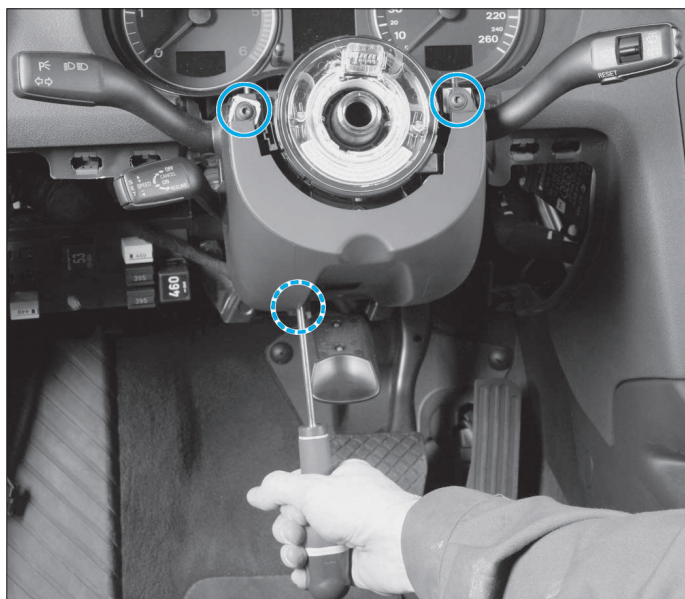

FIG. 38
- Dévisser les 3 fixations (Torx de 25) de la coquille inférieure de colonne de direction pour la déposer (Fig.38).